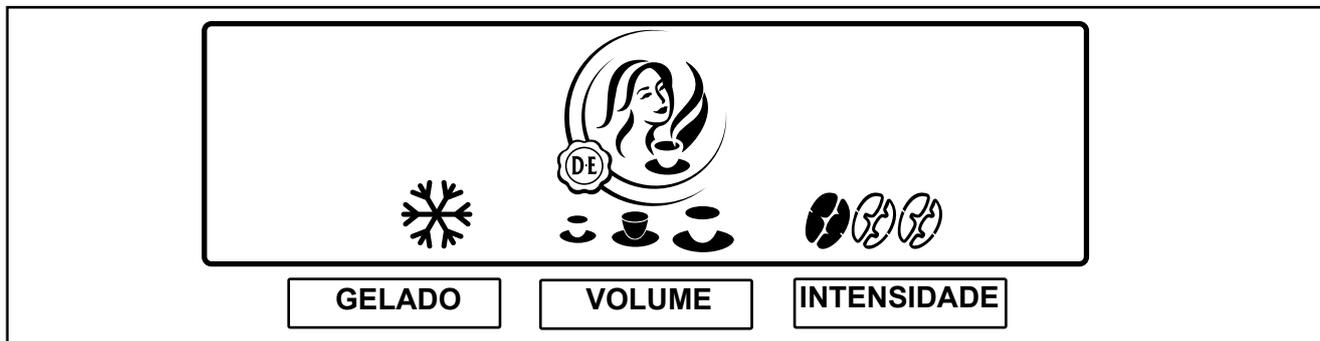

Fig. 16
2. Prima o botão de pré-seleção „INTENSIDADE“ para ativar esta pré-seleção. São exibidos três símbolos de grãos. (Fig. 16)